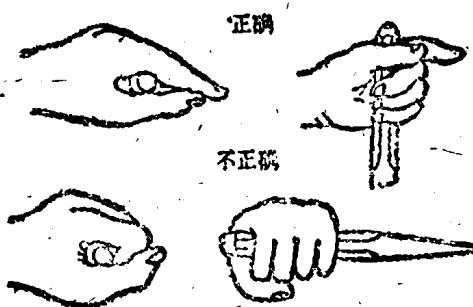

图19 钹子的握持法
①正确握持凿子的方法如图19上面两图所示，用左手中指、无名指、小指握住凿子柄，拇指和食指要自然地伸直或松懈在柄上，这样握法可免除锤击时引起的抖震伤手；